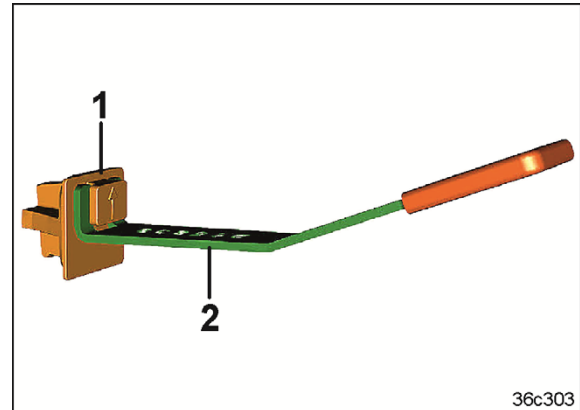

Fig. 241
2. Steng de nødvendige såfrøledningene i fordelerhodet med tettepluggene (Fig. 241/1). Monteringsverktøyet (Fig. 241/2) brukes til å sette inn pluggene i fordelerhodet.
Tettepluggene (Fig. 241/1) kan ikke brukes til å stenge kjørespørsegmentene.